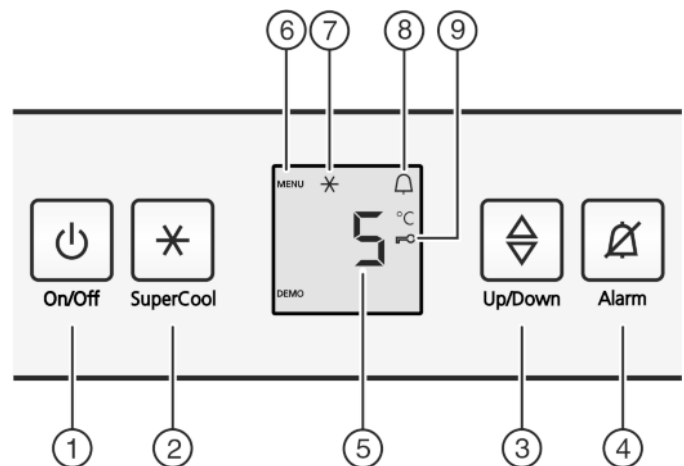

Fig. 2
- Aan/uit-toets Fig. 2 (1) indrukken.
- ▶ Toets SuperCool Fig. 2 (2) ca. 5 seconden indrukken.
- ▷ Op de display wordt het symbool Menu Fig. 2 (6) weergegeven.
- ▶ Met de toets SuperCool Fig. 2 (2) kort bevestigen.
- ▷ Het symbool Kinderbeveiliging Fig. 2 (9) op de display gaat branden.
- ▶ De toets On/Off Fig. 2 (1) kort indrukken.
- ▶ Toets Alarm Fig. 2 (4) indrukken.
- ▶ Temperatuurfunctie oproepen: Druk de insteltoets Fig. 2 (3) in.
- ▶ Temperatuur in 1 °C stappen wijzigen: Druk de insteltoets Fig. 2 (3) net zo vaak in, totdat de gewenste temperatuur op het temperatuurdisplay oplicht.
- ▶ Toets SuperCool Fig. 2 (2) kort indrukken.
- ▷ Het symbool SuperCool Fig. 2 (7) is verlicht in de display.
- ▷ Het symbool SuperCool Fig. 2 (7) in de display gaat uit.